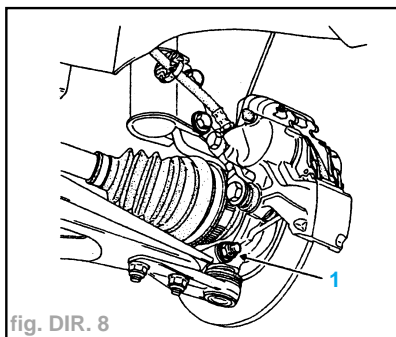

fig. DIR. 8
- l'écrou et la vis clavette (1) de rotule inférieure (fig. DIR. 8),